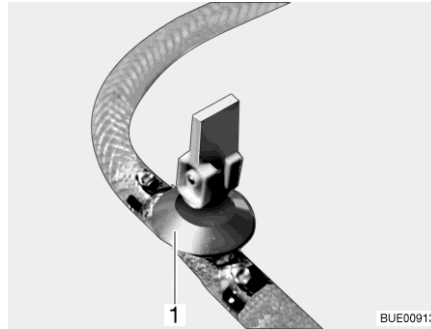
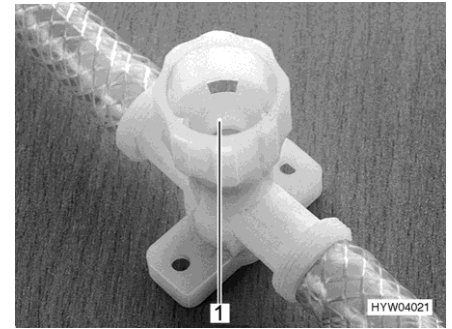

Fig. 256 Robinet de vidange (avec levier à bascule)
Fig. 257 Robinet de vidange (avec capuchon tournant)
- Ouvrir tous les robinets de vidange. Placer pour ce faire le levier à bascule (Fig. 256,1) à la verticale ou faire tourner le capuchon du robinet de vidange (Fig. 257,1) dans le sens inverse des aiguilles d'une montre.